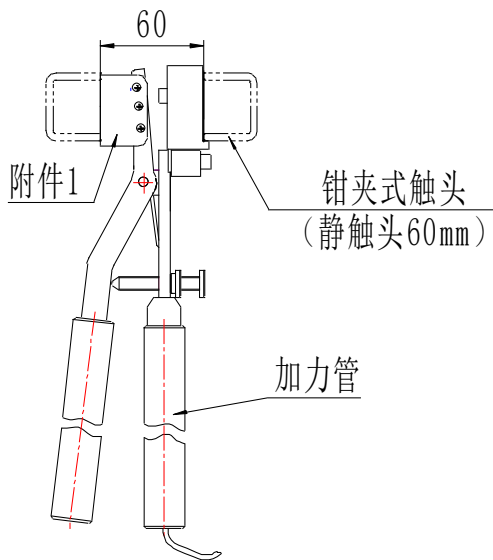
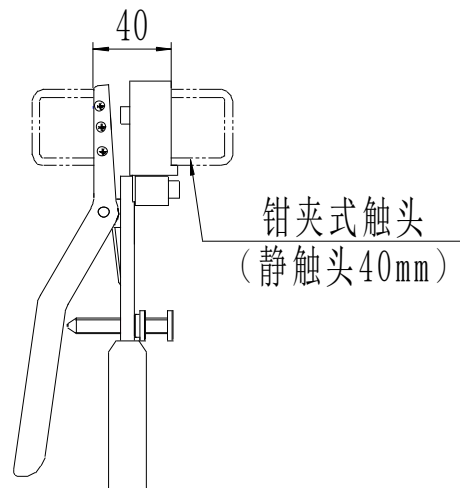

图 5 折臂式隔离开关（静触头 61mm，如 GW22B-252）测量示意图
图 6 折臂式隔离开关（静触头 40mm，如 GW22B-126）测量示意图
4.2.2 图 5、图 6 是折臂式隔离开关未装静触头的测量示意图。测量时将调整好模拟触头（调整方法见 4.1.3），放入待测触指中，使模拟触头张开限定位置为止，这时压力仪上显示的读书即为该触头的接触压力。